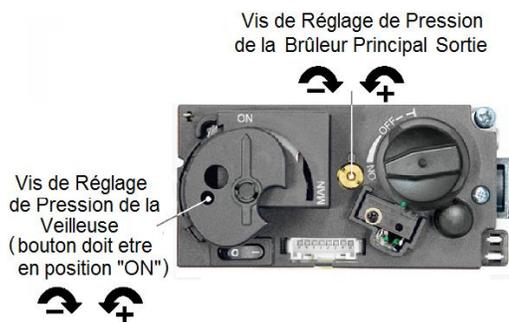

Figure 18 - GV60 Soupape
1. La vis d'ajustement peut être atteinte à travers un trou dans le bouton MANUEL (voir Figure 18).
Les régulateurs convertibles sont conçus pour offrir chacune des deux sortes de pression externe fixée pour le Gaz Naturel (GN) ou le Gaz Propane (GP). Pour changer d'un gaz à l'autre, tourner la vis de pression de sortie du boîtier (voir Figures 18 et 19) en sens contraire des aiguilles d'une montre pour l'enlever. **Faire attention de ne pas utiliser la petite fente plate sur la vis elle-même mais utiliser la fente plus large de la vis du boîtier pour enlever l'unité.** Détacher et enlever la pièce de plastique, la tourner à 180° et la glisser à nouveau sur la fiche de conversion jusqu'à ce qu'elle s'y attache. Réinstaller la prise de conversion en vissant dans le sens des aiguilles d'une montre
(Référer aux Figures 18 à 25)